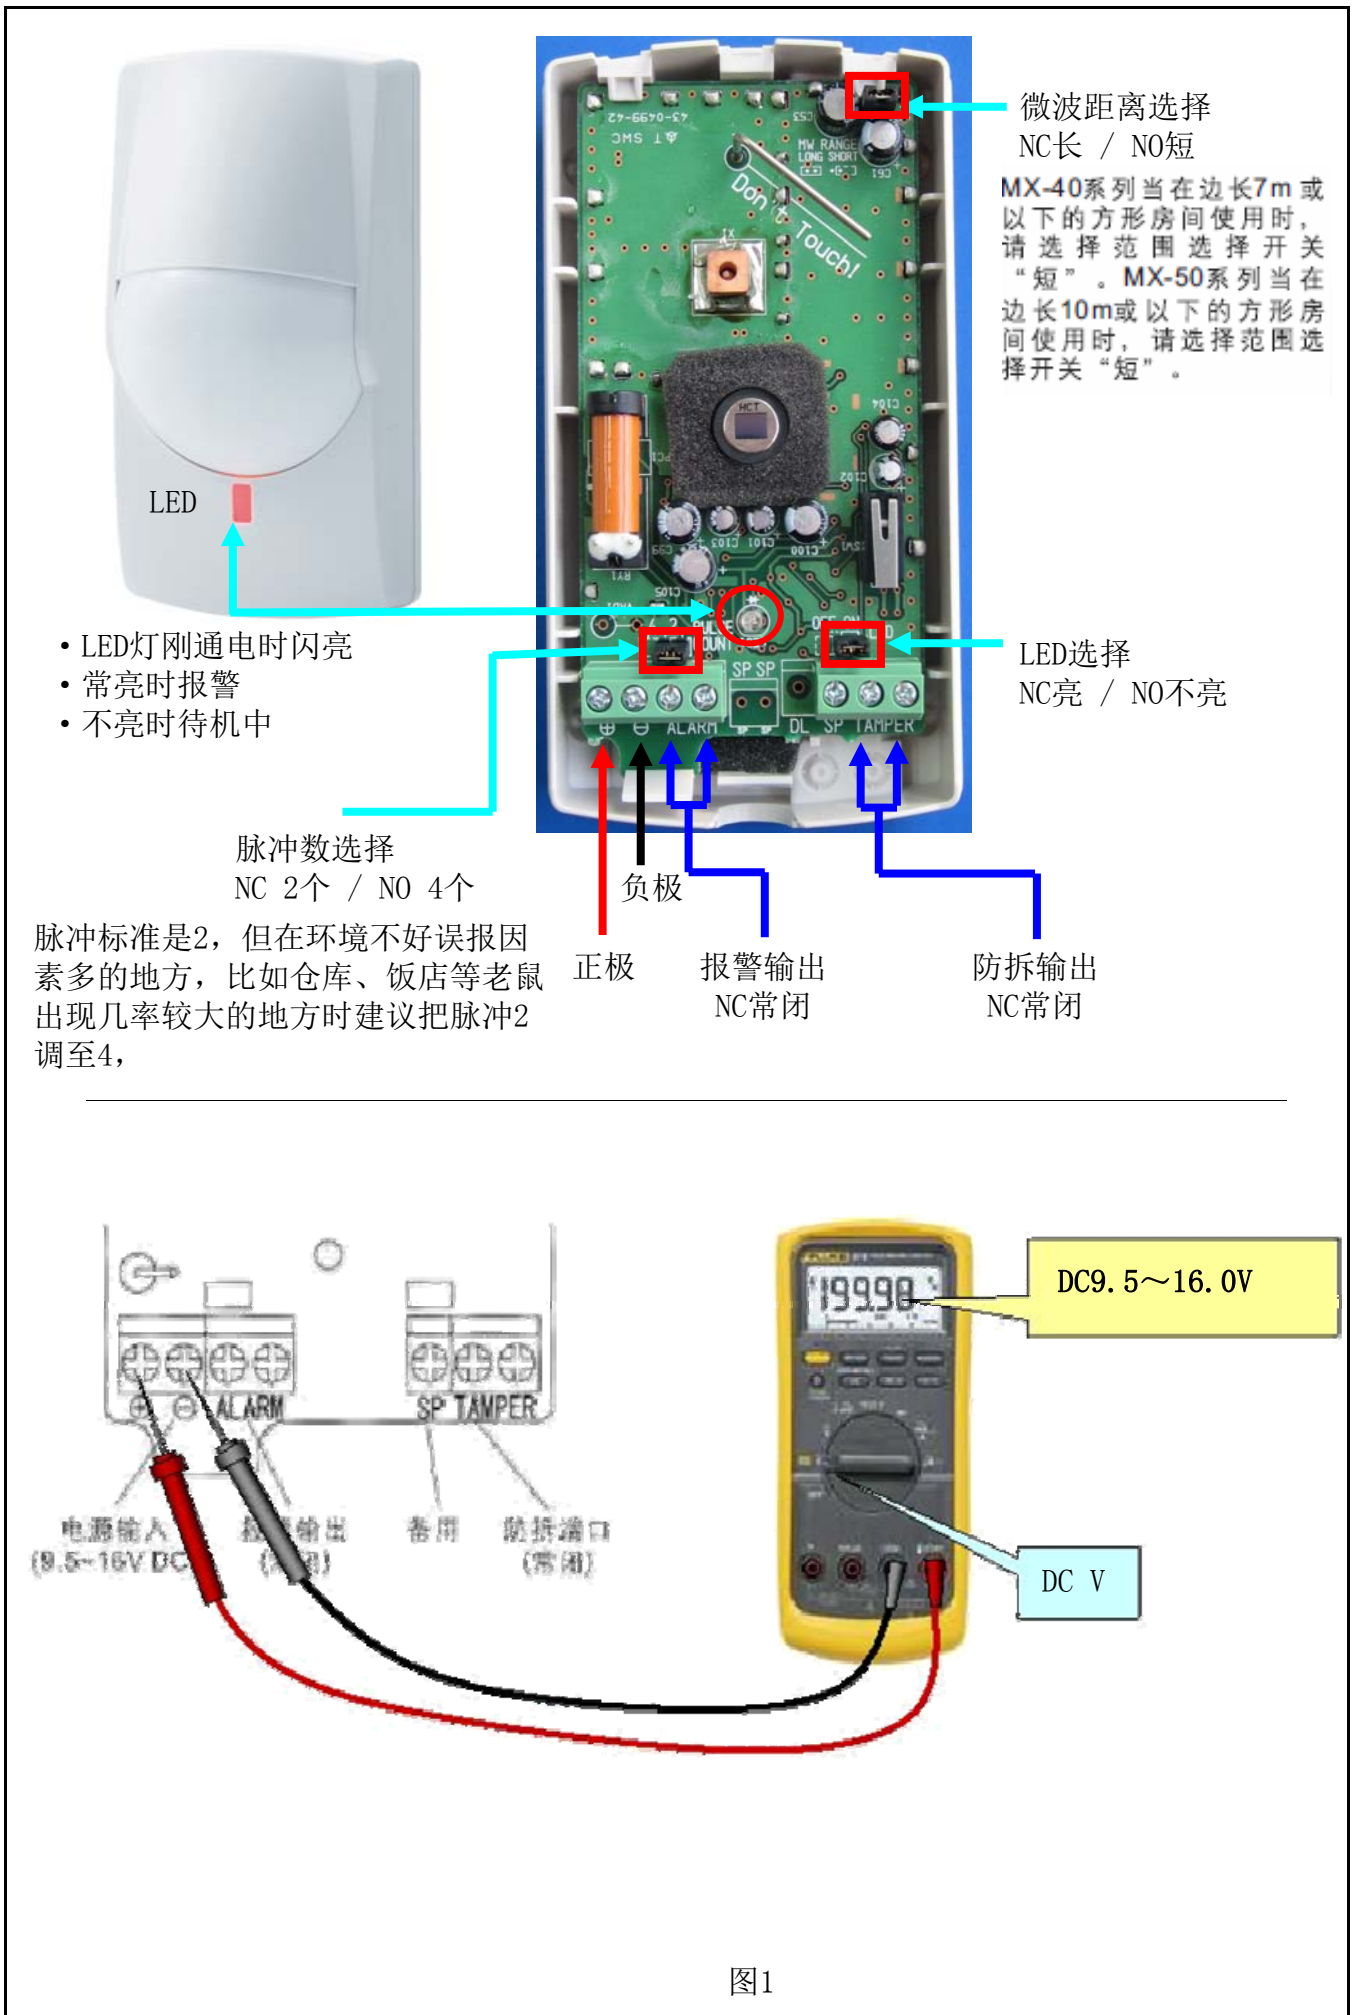

图1
- 电源线断线、接错线，参照图1处理
参照图1
超出设定值参照图1把微波距离调低
- 参照图1把脉冲数设置为4
参照图1把LED针盖插在ON位置
参照图1、3确认报警线连接是否正确或报警回路电流过大，继电器坏
- 参照图1确认微波距离为长位置
- 参照图1确认脉冲设置为2